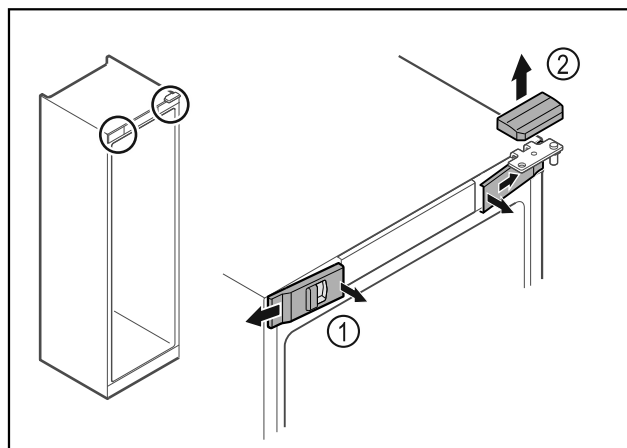

Fig. 14
- ▶ Deblocați apărătorile frontale din interior Fig. 14 (1) și detașați-le în lateral.
- ▶ Scoateți în sus Fig. 14 (2) apărătoarea.